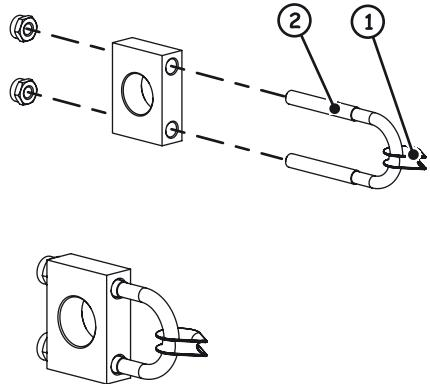

Fig. 10
15. Assemblare la boccola in plastica come indicato in fig. 10 inserendo sull'archetto, rif. ②, l'anello metallico per la fune, rif. ①.
20. Se necessario regolare la tensione della fune, agendo sui dadi che fissano gli archetti metallici (fig. 10 rif. ②) sino a quando i due spezzoni di asta non risultino perfettamente allineati.
15. Assemble the plastic bushing as shown in fig. 10 fitting the metal ring for the rope, ref. ①, on the bracket, ref. ①.
20. If necessary, adjust the rope tension using the nuts that secure the metal brackets (Fig. 10 ref. ②) until both rod sections are perfectly aligned.